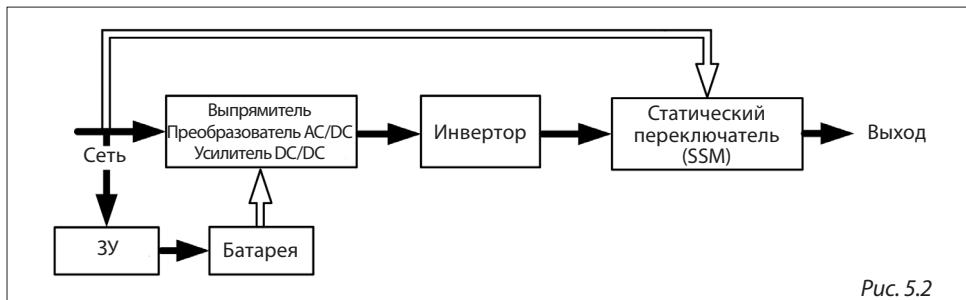

Рис. 5.2
2. Когда сеть возвращается в норму, ИБП включает преобразователь AC/DC, выключает преобразователь DC/DC и включает зарядное устройство в режим заряда. То есть ИБП возвращается в режим, схема которого показана на рис. 5.2.
4. При восстановлении напряжения сети ИБП запустится автоматически и перейдет в режим, показанный на рис. 5.2.